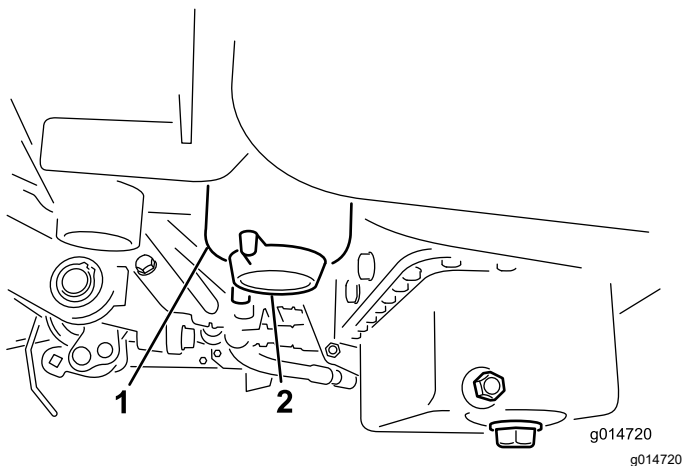

Bild 33
2. Reinigen Sie den Anbaubereich der Filterglocke (Bild 33).
4. Öffnen Sie die Filterablassschraube (Bild 33).